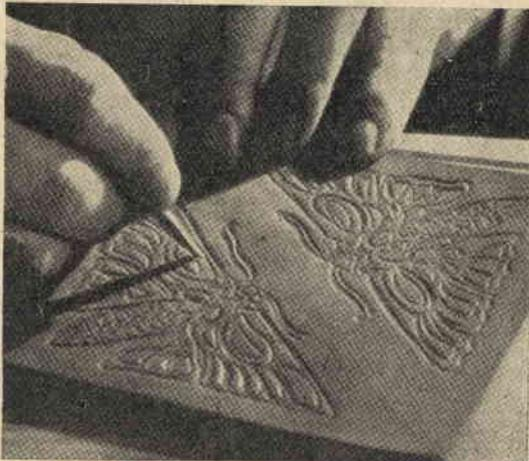

Fig. 14 - Uso del bulino nella decorazione piatta.
14. - *Il bulino.* E' illustrato in fig. 10, e trova ampio uso nella modellatura piatta del cuoio quando il disegno non deve risultare né impresso né in rilievo. Le forme delle sue punte sono studiate in modo da renderlo atto a qualsiasi tipo di effetto di ombra che si desideri ottenere. La fig. 14 mostra uno di questi strumenti in uso.